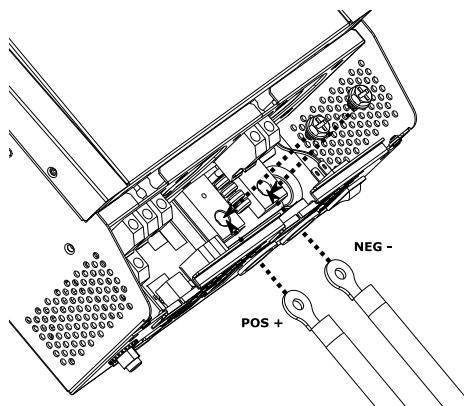

Figure 6: Anschluss der Batterie
8. Stecken Sie die Ringklemme des Batteriekabels flach in die Batterieanschlusschrauben des Wechselrichters und ziehen Sie die M6-Muttern / Schrauben mit einem Drehmoment von 2 - 3 Nm an (siehe Abbildung 6). Stellen Sie sicher, dass die Polarität sowohl an der Batterie als auch am Wechselrichter korrekt ist und die Ringklemmen fest mit den Batterieklemmen verschraubt sind, um eine gute elektrische Verbindung zu gewährleisten.